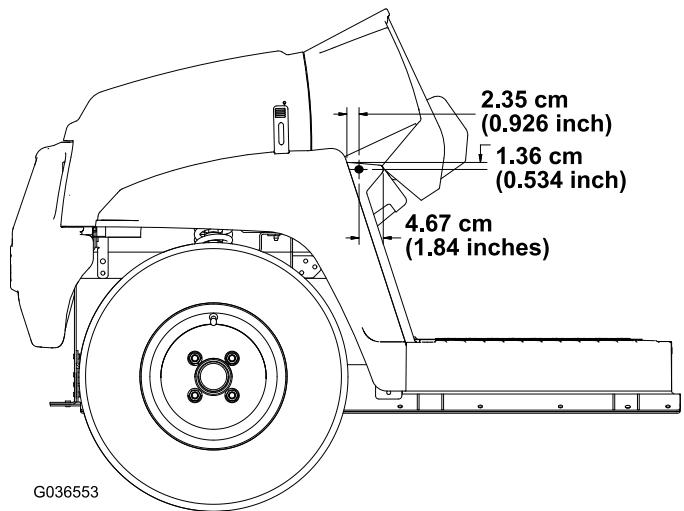

Bild 4
3. Verwenden Sie die in Bild 4 abgebildeten Abmessungen und bohren Sie ein 5/16" großes Loch in die Außenseite der Fußplatte an der linken und rechten Seite der Maschine.